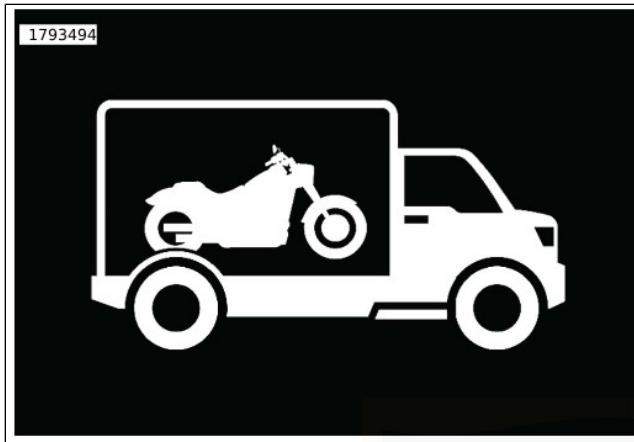

Abbildung 21. Transportmodus-Anzeige
- Siehe Abbildung 21. Nach der Aktivierung wird auf der IFCU ein Transportmodus-Symbol angezeigt, das darauf hinweist, dass sich das Sicherheitssystem im Transportmodus befindet.